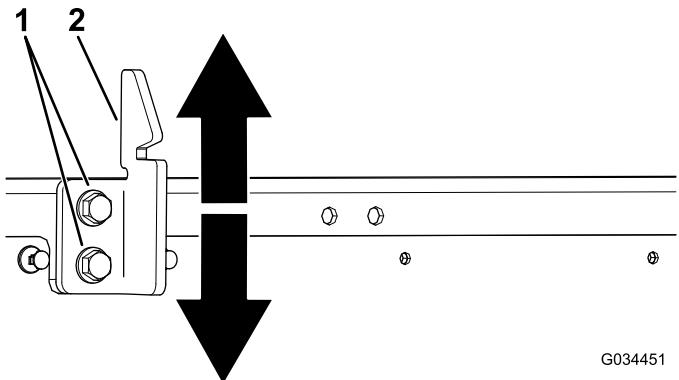

Figure 53
3. Desserrez les 2 boulons sur la gâche du loquet du plateau et montez ou descendez la gâche selon qu'elle est trop haute ou trop basse (Figure 53).
4. Serrez les 2 boulons sur la gâche du loquet du plateau de chargement (Figure 53).